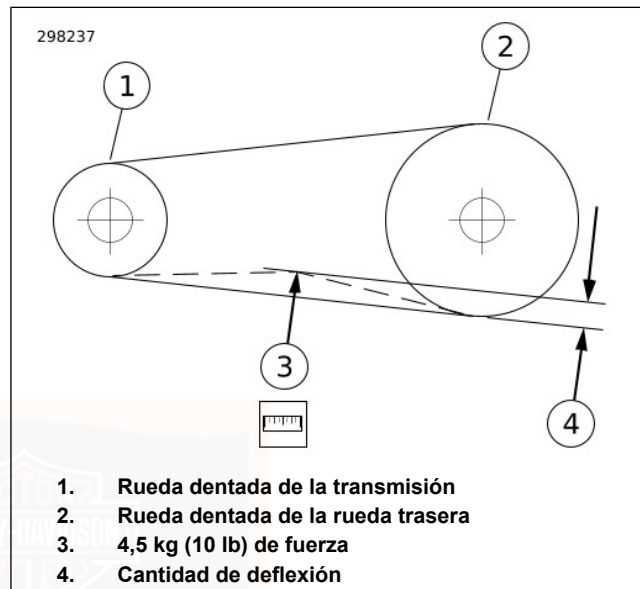

Figura 57. Comprobación de la deflexión de la correa
4. Vea Figura 57. Coloque el soporte contra la parte inferior de la correa en el punto medio entre la rueda dentada de la transmisión y la rueda dentada trasera.